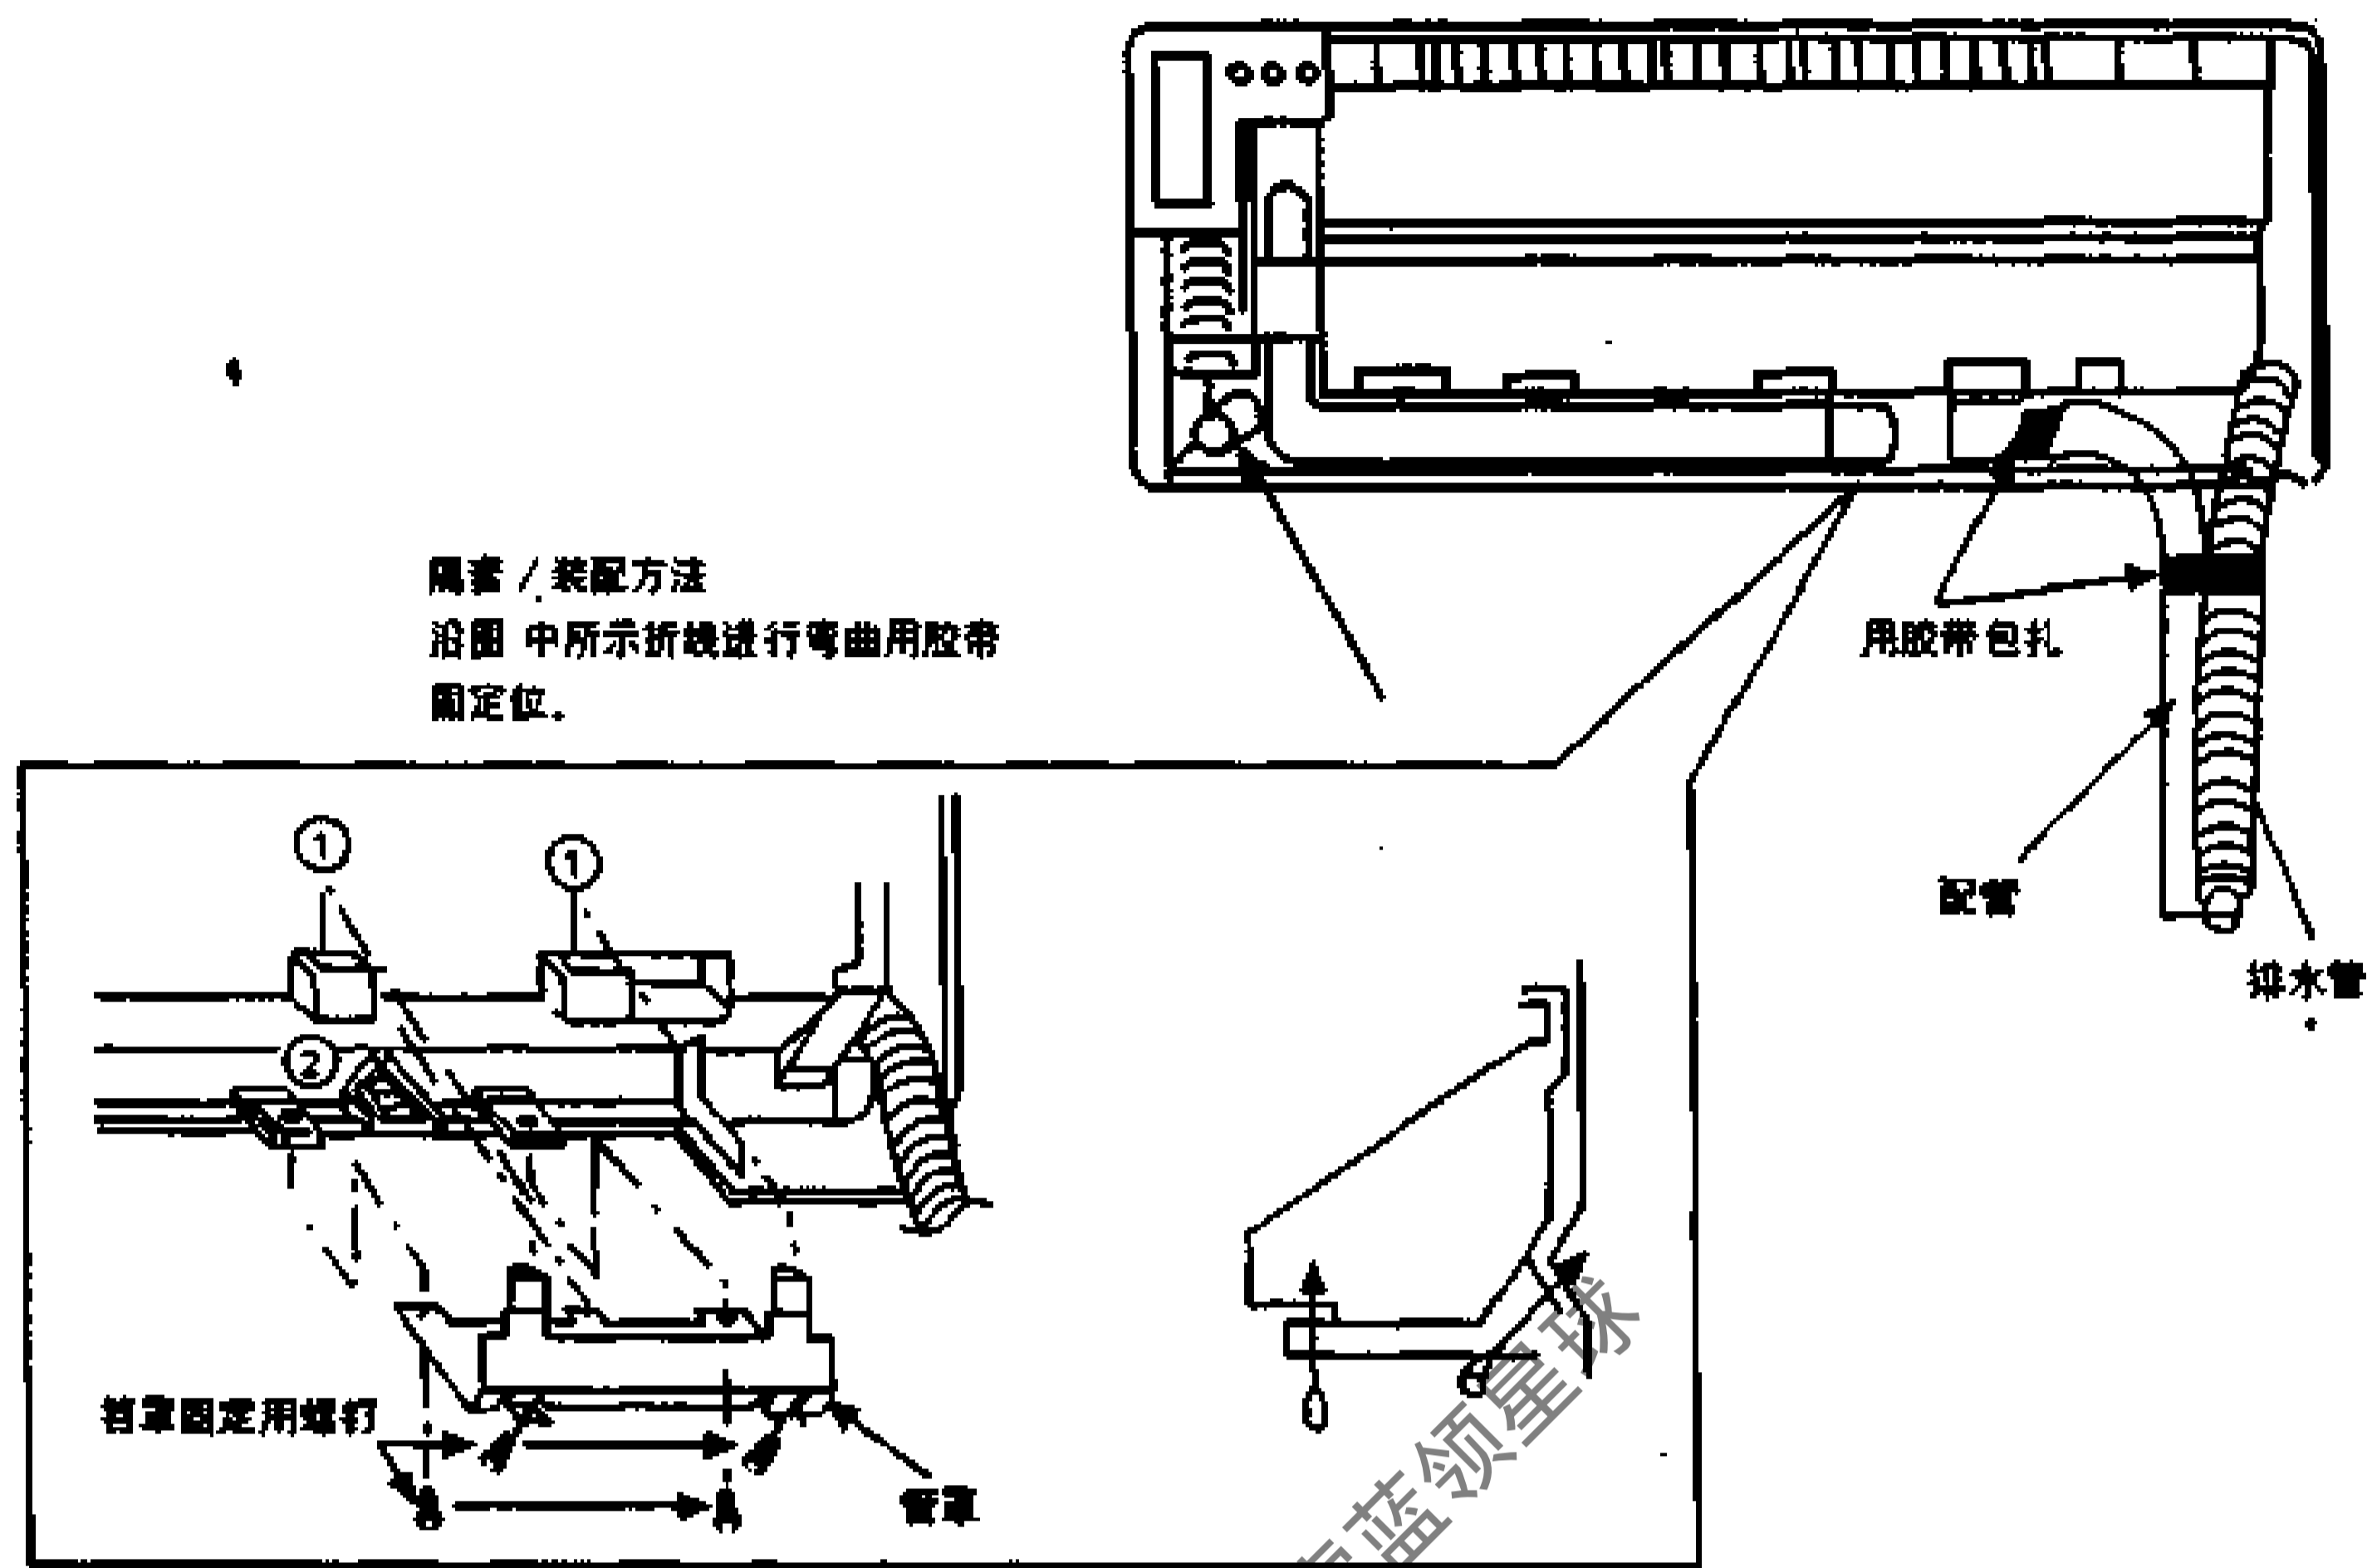

图 8-2-18
依图 8-2-18 方向和①、②顺序将管罩临时固定在钩上，然后用管罩固定用螺钉紧固。
·卸下管罩时，依安装和图 8-2-18 所示相反顺序操作。